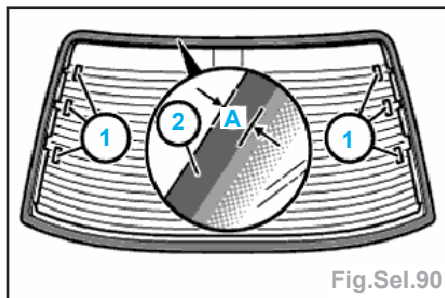

Fig.Sel.90
- Fixer le câble (1) (chauffage / antenne de lunette) avec du ruban adhésif.
- Cote (A) depuis le joint (fig.Sel.90) :
- (A) = **15,0 -2,0 mm** (en haut / sur le côté).
- (A) = **20,0 -2,0 mm** (en bas).